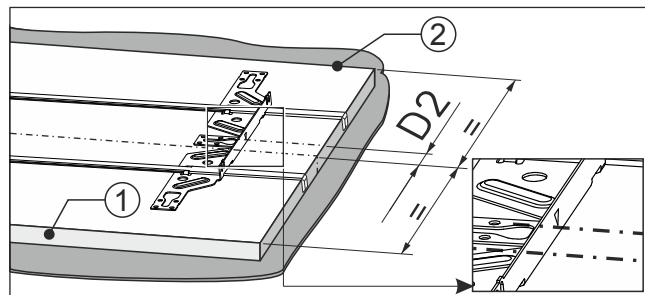

Fig. 97
- Markierung der Befestigungstraverse liegt auf der Markierung Fig. 97 (D2).